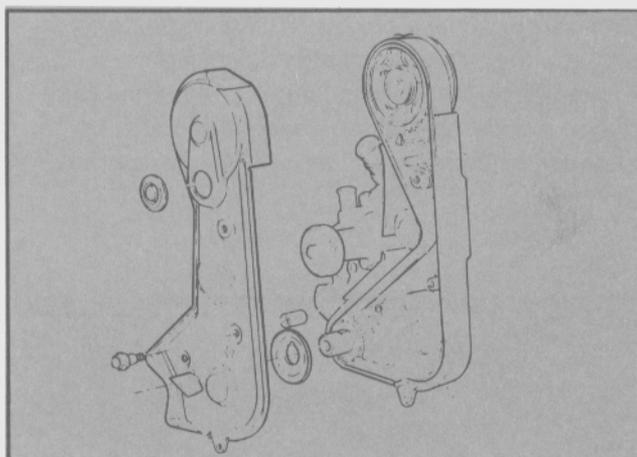

Fig. 14 - Desmontaje de la tapa de distribución.
- Retirar los cuatro tornillos que fijan la tapa de distribución y extraer ésta (Fig. 14).